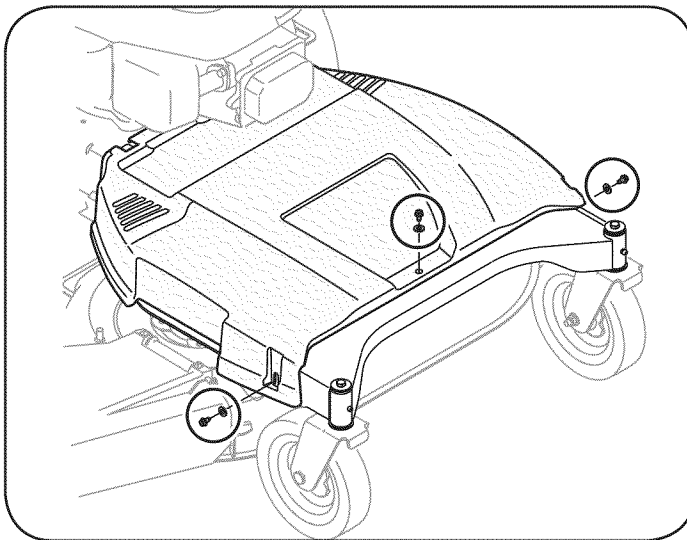

Figura 20
1. Para sacar la cubierta de la correa saque los tres tornillos y arandelas que la sujetan al bastidor. Vea la Figura 20.